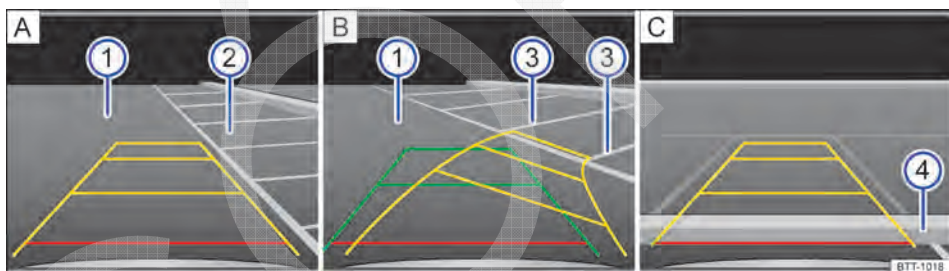

Fig. 164 Exibição do display do rádio ou do sistema de navegação: entrar na vaga de estacionamento com a câmera de marcha à ré, modo 1.
Legenda para a representação esquemática Fig. 164:
2.	Posicionar o veículo na frente da vaga de estacionamento ② ⇒ Fig. 164 A.
4.	Conduzir lentamente para trás e manobrar de modo que as guias amarelas sejam guiadas ao longo das linhas de limitação lateral ③ da vaga de estacionamento selecionada B . Observar a seguinte mensagem: Controlar a trajetória do veículo! ⇒ ⚠ em Introdução ao tema na página 232!
5.	Alinhar o veículo na vaga de estacionamento selecionada de modo que as guias verdes e amarelas fiquem em cima das linhas de limitação lateral ③ da vaga de estacionamento selecionada.
6.	Parar o veículo o mais tardar ao atingir a guia vermelha de limitação traseira, por exemplo, meio-fio ④ C .